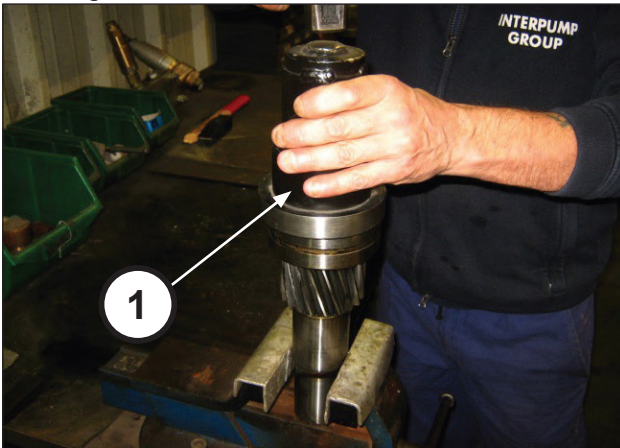

Abb. 68
Montieren Sie das Lager 65x120x31 am Ritzel mithilfe des Werkzeugs Art. 27887100 (Pos. ①, Abb. 68).